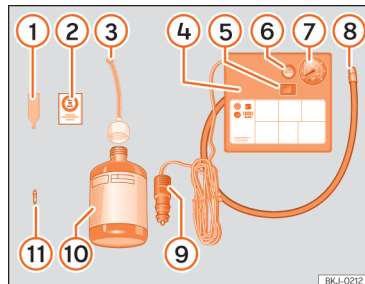

Abb. 201 Prinzipdarstellung: Bestandteile des Pannensets
Das Pannenset befindet sich im Gepäckraum unter dem Bodenbelag. Es besteht aus folgenden Bestandteilen >>> (Abb. 201):
- Ventilkappe und Ventileinsatz vom Reifenventil abschrauben. Verwenden Sie den Ventileinsatzdreher » » » [Abb. 201] ① zum Herausschrauben des Ventileinsatzes. Legen Sie den Ventileinsatz auf einem sauberen Untergrund ab.
- Reifenfüllflasche kräftig schütteln » » » [Abb. 201] ⑩.
- Einfüllschlauch » » » [Abb. 201] ③ auf die Reifenfüllflasche schrauben. Die Folie am Verschluss wird automatisch durchstoßen.
- Verschlussstopfen vom Einfüllschlauch » » » [Abb. 201] ③ entfernen und das offene Schlauchende auf das Reifenventil schrauben.
- Ventileinsatz mit dem Ventileinsatzdreher » » » [Abb. 201] ① wieder in das Reifenventil schrauben.
- Reifenfüllschlauch » » » [Abb. 201] ⑧ des Luftkompressors fest auf das Reifenventil schrauben.
- Prüfen, ob die Luftablassschraube » » » [Abb. 201] ⑥ zuge dreht ist.
- Kabelstecker » » » [Abb. 201] ⑨ in eine 12-Volt-Steckdose des Fahrzeugs stecken » » » S. 191.
- Luftkompressor mit dem EIN-/AUS-Schalter » » » [Abb. 201] ⑤ einschalten.
- Kleben Sie den Aufkleber » » » [Abb. 201] ② im Sichtfeld des Fahrers auf das Kombi-Instrument.
» » (Abb. 201)  wieder an und lesen Sie den Reifenfülldruck an der Reifenfülldruckanzeige  ab.